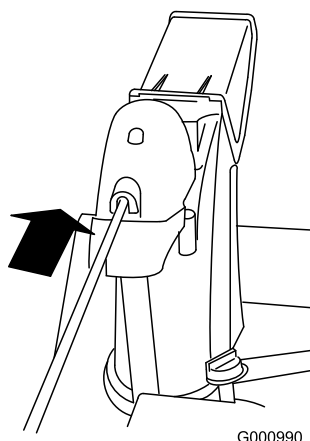

Figure 16
4. Insérez l'avant de la tige dans l'ouverture au dos du couvercle du secteur denté de la goulotte jusqu'à ce qu'il glisse dans le secteur denté (Figure 16).